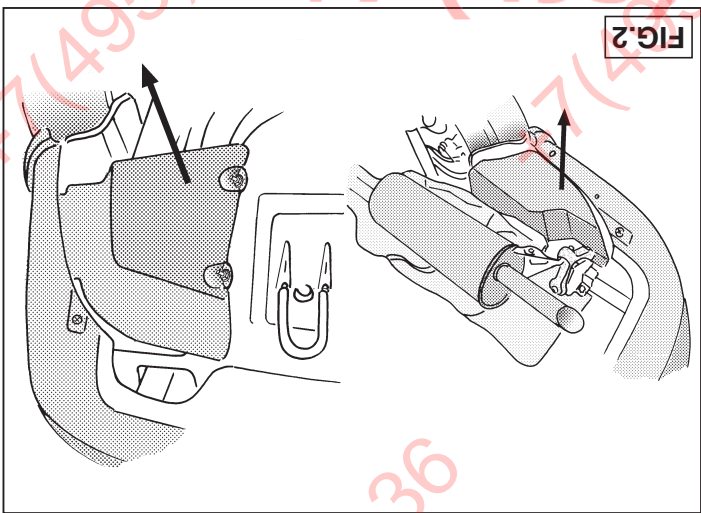
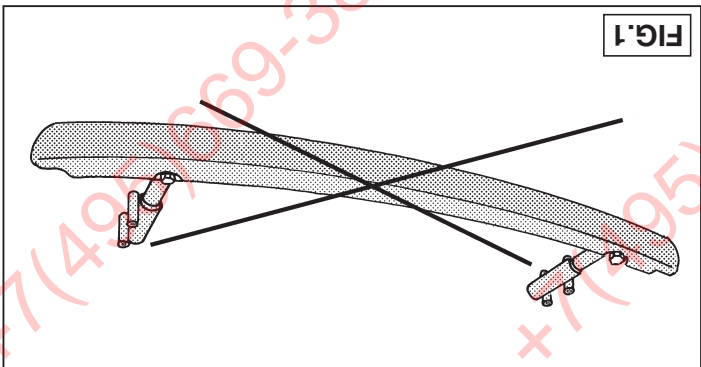

FIG.2
FIG.1
1. Maak de kofferbodem vrij en verwijder "indien aanwezig" links en rechts de bumper-bevestigingsbouten (4x). Bij de modellen vanaf 2001 dient men t.p.v. de bevestigingspunten de vier plakkers van de kofferbak vloer te verwijderen. Eveneens dient men bij de Sedan modellen de achterlicht-units te demonteren. Demonteer de bumper inclusief stootbalk aangegeven in fig.1. De stootbalk wordt niet herplaatst. Demonteer de kunststof-beschermkappen overeenkomstig fig.2. Bij de modellen vanaf 2001 alleen rechts de beschermkap demonteren.
Remove the buffer beam indicated in fig. 1. It will no longer be needed. Remove the plastic protective caps, as shown in fig. 2. With models from 2001 and later, only remove the protective cap on the right-hand side.
1. Svuotare il bagagliaio e rimuovere, a destra e sinistra, i bulloni di fissaggio del paraurti (4x), se presenti. Per i modelli a partire dal 2001 è necessario rimuovere dal fondo del bagagliaio i quattro adesivi che coprono i punti di fissaggio. Inoltre, per questi modelli Berlina, è necessario smontare i gruppi dei fanali posteriori. Smontare il paraurti e la barra indicata in fig. 1. La barra non dovrà essere rimontata. Smontare i tappi di protezione in plastica, come indicato in fig. 2. Per i modelli a partire dal 2001 è sufficiente smontare il tappo destro.
1. Den Boden des Kofferraums frei machen und "falls vorhanden" links und rechts die Stoßstangenbefestigungsschrauben (4x) entfernen. Bei den Modellen ab dem Jahr 2001 müssen bei den Befestigungspunkten die vier Kleber vom Kofferraumboden entfernt werden. Außerdem müssen bei den Sturzneck Modellen die Rückleuchtenunten demontiert werden. Die Stoßstange einschließlich Stöbalken gemäß Abb. 1 abmontieren. Der Stöbalken wird nicht mehr benötigt. Die Kunststoffschutzhäuten gemäß Abb. 2 demontieren. Bei den Modellen ab dem Jahre 2001 nur rechts die Schutzhäute abmontieren.
1. Despegar el suelo del maletero y retirar -si presentes- a la izquierda y derecha los tornillos de fijación del parachoques (4x). En los modelos a partir del 2001 se han de retirar a la altura de los puntos de fijación los cuatro adhesivos del suelo del maletero. Además se han de desmontar en estos modelos berlina las unidades de luces traseras. Desmontar el parachoques inclusive la barra tope indicado en la fig. 1. La barra tope no se vuelve a poner. Desmontar las cubiertas protectoras sintéticas de acuerdo con la fig. 2. En los modelos a partir del 2001 se ha de desmontar únicamente la cubierta protectora a la derecha.